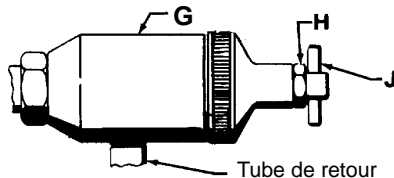

Fig. 2
Pour mettre le détendeur Relax-A-Valve (G) en position automatique, desserrer le contre-écrou (H), tourner à bout de course la poignée en T (J) dans le sens des aiguilles d'une montre, la desserrer de quatre tours et serrer l'écrou. Voir la figure 2.